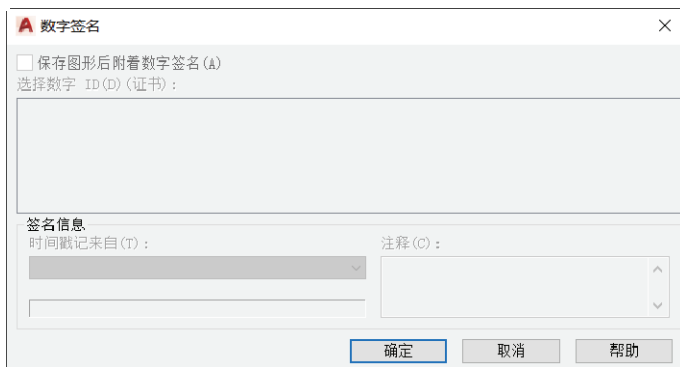

图 2-4 “数字签名”对话框
- “数字签名”按钮：在保存图形时，提供用于将数字签名添加到图形的选项。单击此按钮，可获知系统中是否有有效的数字 ID，以及如何获取数字 ID，并会弹出图 2-4 所示的“数字签名”对话框，允许用户设置图形后附着数字签名等（数字 ID 可用时）。